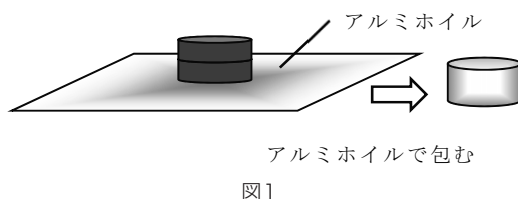

図1
- (1)アルミホイルの中心に磁石を 2 個重ねておき、図 1 のように磁石を包みます。平らな面にこすりつけて表面をなめらかにします。